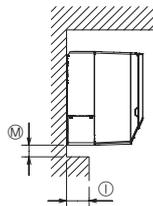

Fig. 2-2
- Ⓜ Reportez-vous à la Fig. 2-2.